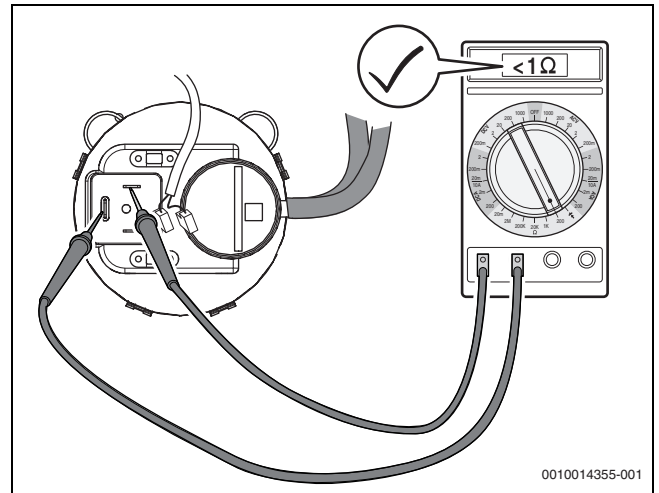

Fig. 72 Vérifier le débit du pressostat différentiel en cas de dépression (pressostat différentiel en ordre)
- ▶ Retirer les câbles électriques sur le pressostat différentiel et mesurer la résistance sur les contacts (→ fig. 72).